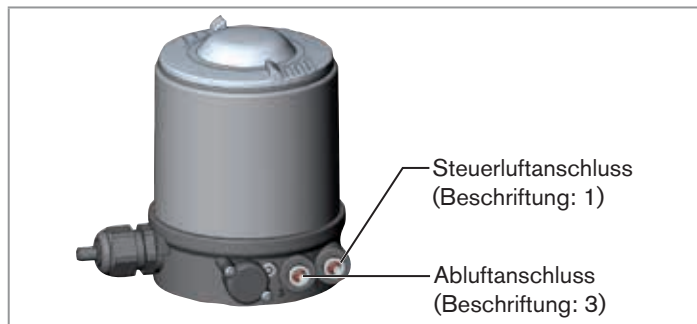

Bild 11: Pneumatischer Anschluss
- Steuermedium an den Steuerluftanschluss (1) anschließen (3 ... 7 bar; Instrumentenluft, öl-, wasser- und staubfrei).
- Abluftleitung oder einen Schalldämpfer an den Abluftanschluss (3) montieren (siehe „Bild 11: Pneumatischer Anschluss“).